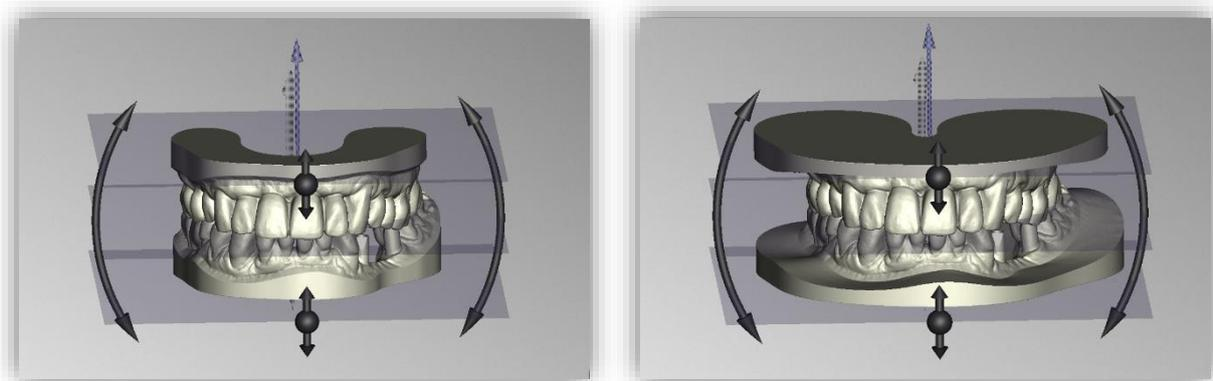

Bild 32: LINKS: Keine Verbreiterung des schlichten Sockels. RECHTS: Verbreiterung des schlichten Sockels um
**Tip:** *Verbreitern Sie den Sockel, damit auch besonders kleine Modelle auf Ihre Anbauteile passen, siehe Bild 32.*